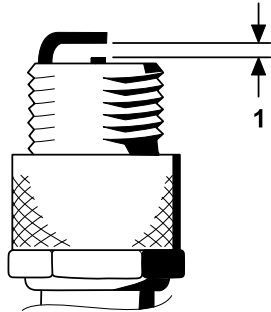

Bild 29
4. Stellen Sie den Abstand zwischen der mittleren und seitlichen Elektrode auf 0,76 mm ein, wie in Bild 29 dargestellt.